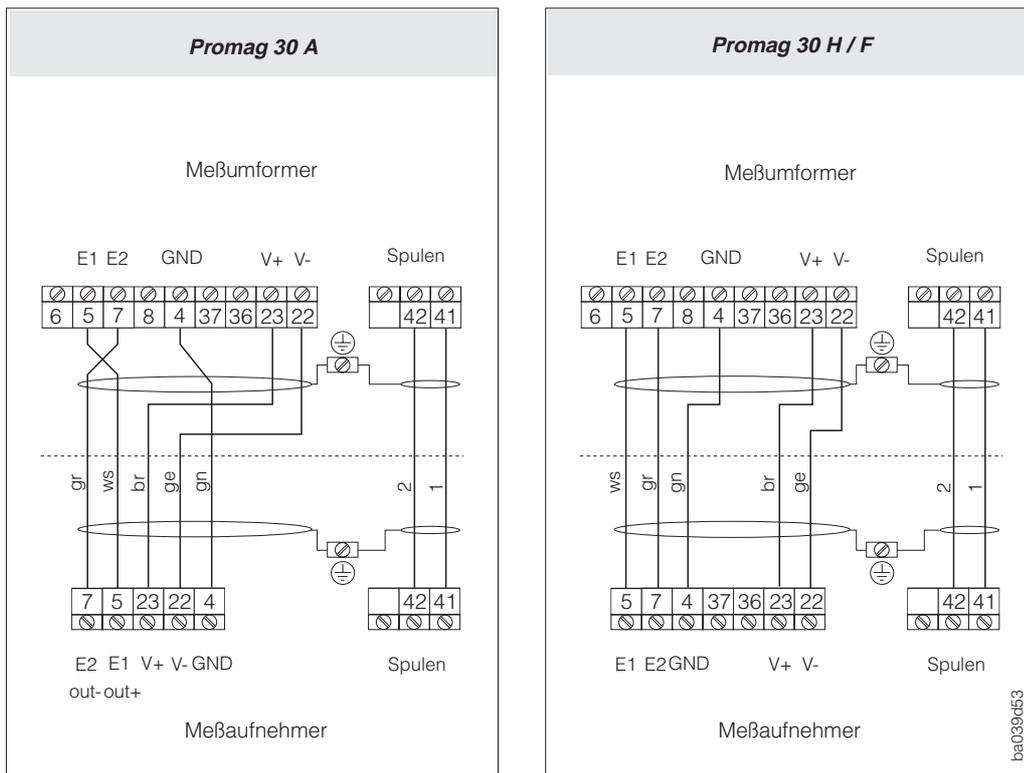

Abb. 26
4. Verdrahtung zwischen Meßaufnehmer / Meßumformer gemäß den elektrischen Anschlußplänen (s. Abb. 26) vornehmen.